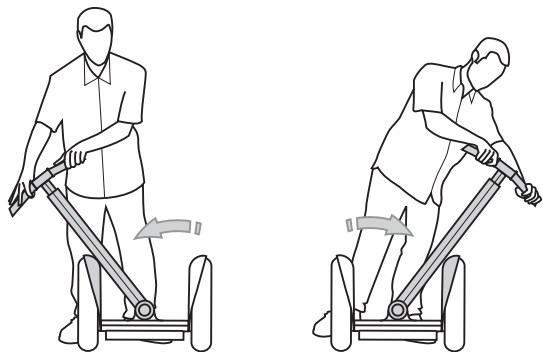

Figura 4. Verificare che il montante LeanSteer torni in posizione eretta
9. Con il Segway PT SPENTO (OFF), piegare il montante LeanSteer completamente a destra e a sinistra, fino a toccare i due parafanghi e verificare che torni in posizione eretta. Vedere la Figura 4. Se il montante LeanSteer non torna in posizione eretta, allentare la vite di fermo e tornare al passaggio 4.